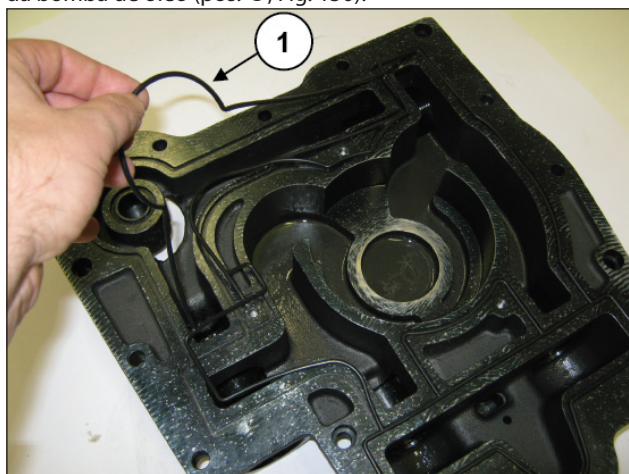

Fig. 150
Insira o vedante do anel circular em forma no local do corpo da bomba de óleo (pos. ①, Fig. 150).